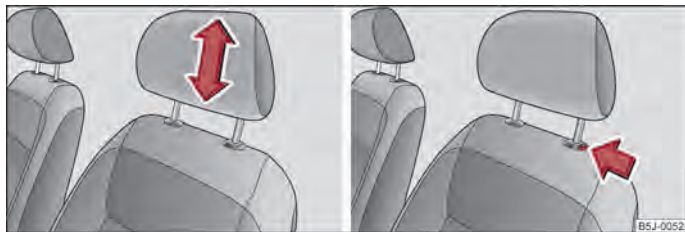

Fig. 35 Tetierele: Reglare/Extragere
- Cuprindeți tetiera cu ambele mâini de părțile laterale și trageți în sus ⇒ fig. 35 - stânga.
- Dacă doriți să împingeți tetiera în jos, trebuie să apăsați tasta de siguranță ⇒ fig. 35 - dreapta și să o mențineți apăsată și cu cealaltă mână să apăsați tetiera în jos.
- Apăsați tasta de siguranță în sensul săgeții ⇒ fig. 35 - dreapta și scoateți tetiera.